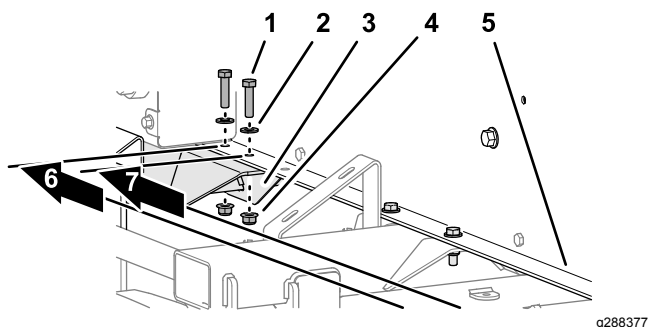

Figura 13
1. Mida 146,5 cm y 151,6 cm desde el protector de enjuague hasta los taladros en el raíl (Figura 13).
2. Instale el raíl en el soporte ranurado del travesaño trasero (Figura 10 y Figura 13) con 2 tornillos de caperuza (5/16" x 1 1/4"), 2 arandelas (5/16") y una contratuerca con arandela prensada (5/16").